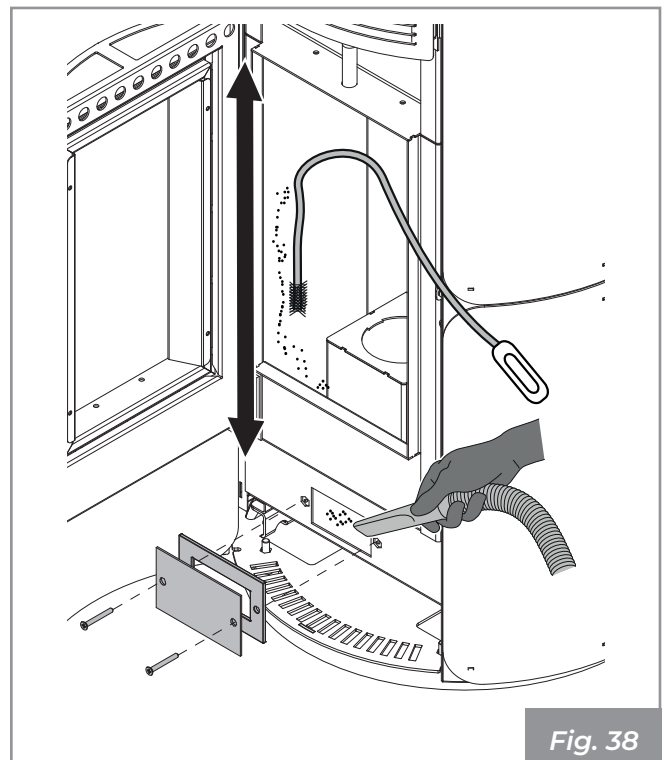

Fig. 38
- Extraire les résidus qui tombent dans le collecteur de fumées à l'aide d'un aspirateur à cendres (**fig. 38**).